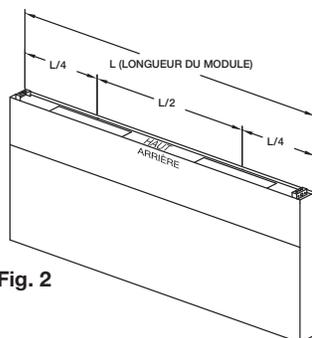

Fig. 2
3. Si le plénum d'apport arrière doit avoir deux ouvertures, découper les ouvertures de manière à les centrer au quart de la longueur ( $L/4$ ) de l'extrémité du plénum. (Fig. 2)